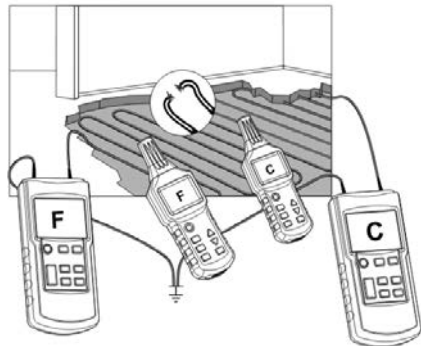

Fig.13b
- Collegate i due emettitori (se due emettitori sono utilizzati) come illustrato dalla Fig.13b.